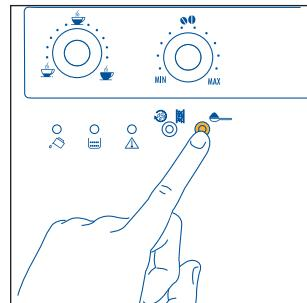

Рис. 18
- Нажмите кнопку  для использования молотого кофе, рис. 18. Индикатор в кнопке загорится, указывая, что функция задана, а кофемолка отключена.
- несколько раз нажмите кнопку  , рис. 18, до того момента, пока не загорится столько квадратов, сколько образовалось на индикаторной полоске (например, если на индикаторной полоске появились 3 красных квадрата,